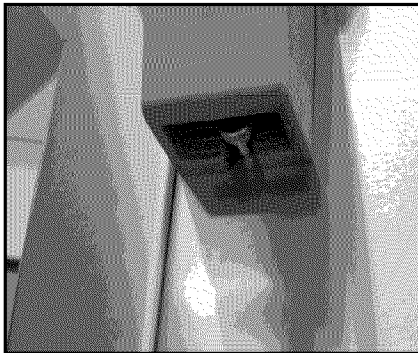
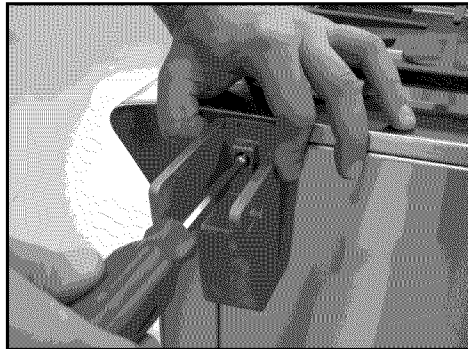

Fig. 46
Fig. 47
2. Faites glisser les supports de tablette droit et gauche sur le boulon à épaulement (Fig. 46) et installez la vis supérieure maintenant les supports de tablette latérale sur le chariot (Fig. 47). Serrez à l'aide d'un tournevis cruciforme.